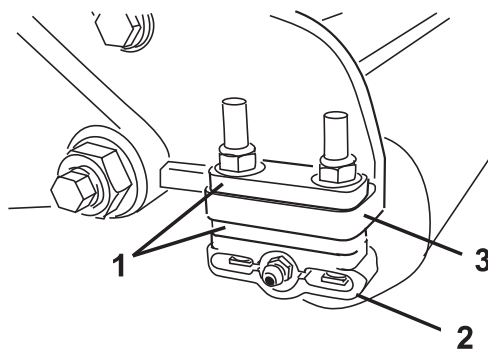

図 10
1. 希望の刈高範囲に必要な数のスペーサを刈高チャートで確認し、スペーサをサイド・プレートの取り付けフランジ (図10) の下に入れて、後ローラのブラケットの位置を正しくセットする (図10)。